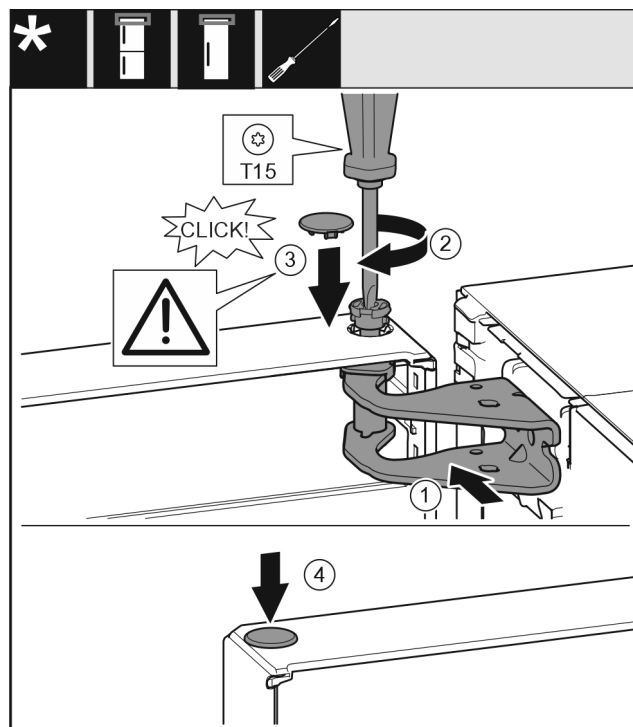

Fig. 19
- Niveloni derën lart në bazamentin mbështetës për hapjen e saj. Fig. 19 (1)
- Futni bulonat dhe mbërthejini me një kaçavidë T15. Fig. 19 (2)
- ▶ Montoni kapakun mbulues të siguresës për sigurimin e derës: Futni kapakun mbulues të siguresës dhe kontrolloni nëse ai puthitet mbi derë. Nëse jo, futeni bulonin plotësisht. *Fig. 19 (3)*
- ▶ Vendosni tapat në vend. *Fig. 19 (4)*